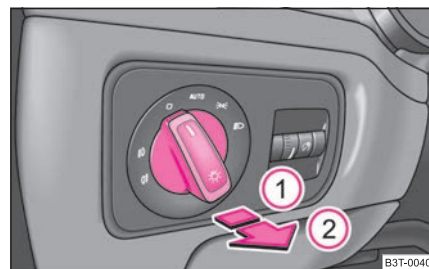

Abb. 42 Schalttafel: Lichtschalter
- Drehen Sie den Lichtschalter ⇒ Abb. 42 in Stellung **AUTO**.
- Drehen Sie den Lichtschalter ⇒ Seite 55, Abb. 42 in Stellung **AUTO**.